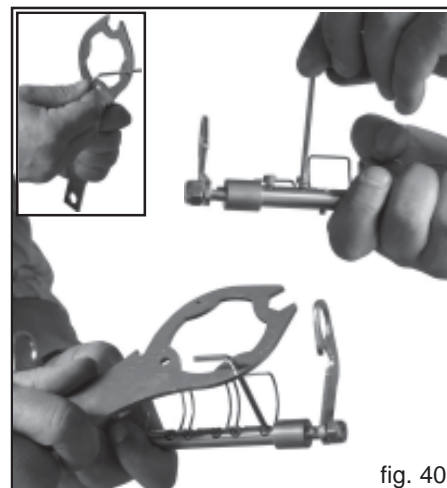

fig. 40
- 5) Utiliser la clé à usage multiple en dotation et une clé alan' (nr. 3) pour desserrer les vis de blocage des éléments élastiques, comme indiqué en Figure 40.